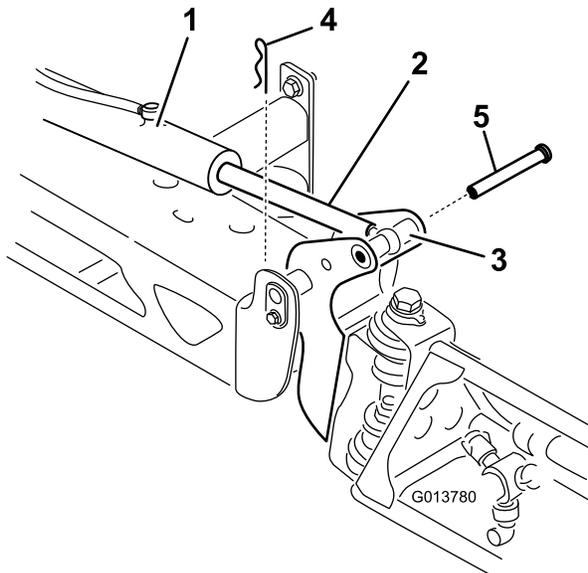

Figura 103
2. Retire o contrapino do pino de articulação (Figura 103).
3. Eleve rampa e retire o pino (Figura 103) e lentamente baixe a rampa para o solo.
9. Enquanto segura na rampa, insira o pino através tanto da articulação da rampa como da barra do acionador (Figura 103).